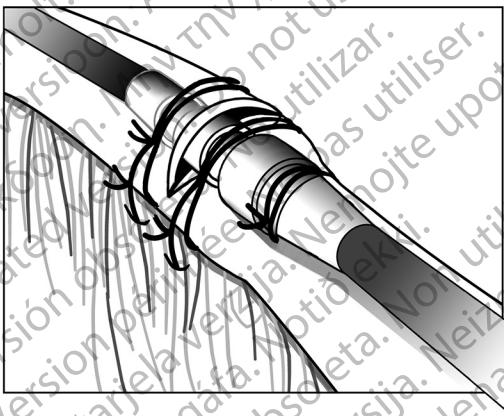

Figura 11. Ejemplo de manguito de sutura, técnica de venotomía
3. Utilice el mismo surco para fijar el cable y la vena a la fascia adyacente (Figura 11 Ejemplo de manguito de sutura, técnica de venotomía en la página 30).